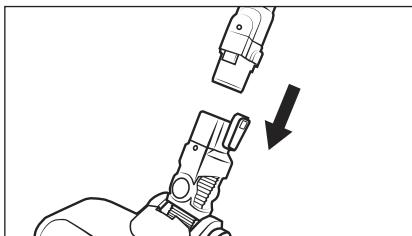

Fig. 2
- 2) Introduzca el tubo de aspiración 24 en el cepillo para suelos 22 hasta que encastre audiblemente con un chasquido (consulte la fig. 2).